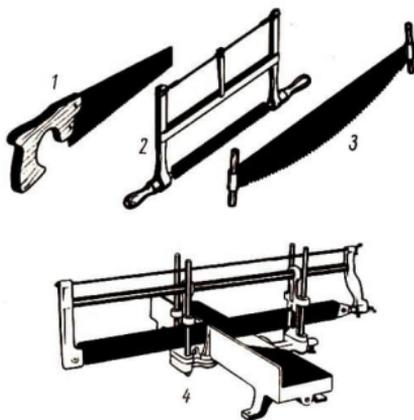

Bild 13 Sägen
Werkzeuge zum Sägen. Neben der Feinsäge gibt es viele andere Arten von Sägen – den **Fuchsschwanz** (Bild 13, 1), die **Gestellsäge** (2) und die **Schrotsäge** (3). Außerdem werden in den Produk-
Der **Fuchsschwanz** (Bild 13, 1) besitzt eine gröbere Zahnung als die Feinsäge. Der Rücken des Sägeblattes ist nicht verstärkt, so daß man tiefere Sägeschnitte ausführen kann. Der Name „Fuchsschwanz“ geht auf eine alte Sägeform zurück, deren Griff die Form eines Fuchsschwanzes hatte. Die **Gestellsäge** (Bild 13, 2) ist eine Spannsäge. Im Gegensatz zum Fuchsschwanz
Die **Gehrungssäge** (Bild 13, 4) ist mit einer Sägelade aus Metall verbunden und kann zum Sägen quer zur Faser unter verschiedenen Winkelgrößen (90°, 60°, 45° und 30°) benutzt werden. Sie wird zum Beispiel beim Sägen von Bilderrahmenleisten eingesetzt.